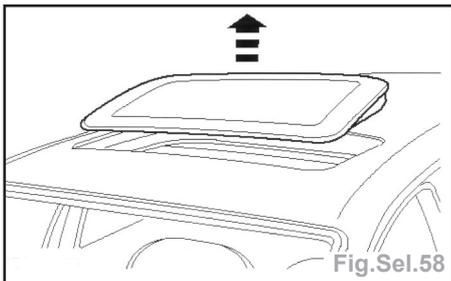

Fig.Sel.58
- Déposer la vitre de toit ouvrant (Fig.Sel.58).